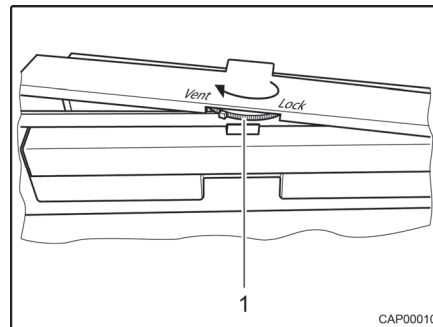

Bild 68 Verriegelung Kühlschranktür
- Verriegelungsrad (Bild 68,1) bis zum Anschlag nach rechts drehen ("Lock"). Die Stellung "Lock" bleibt während des Betriebs dauerhaft eingestellt.
- Verriegelungsrad (Bild 68,1) bis zum Anschlag nach links drehen ("Vent").